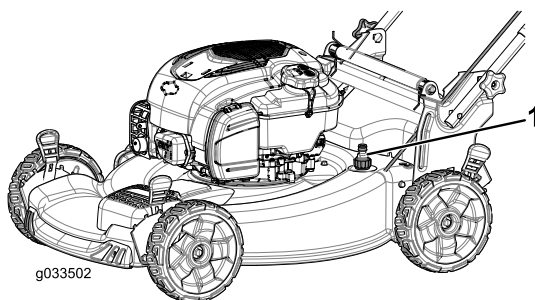

図 19
5. 洗浄ポートにホースを接続し、ホースを水道栓につなぐ 図 19。